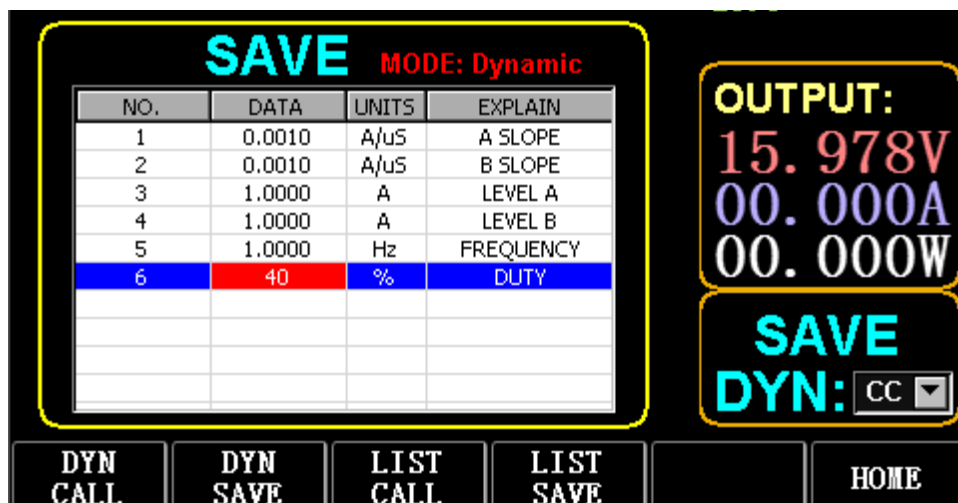

Fig. 3.1 DYN CC
Selectați (FS) Dynamic pentru a accesa interfața prezentată în Fig. 3.1.